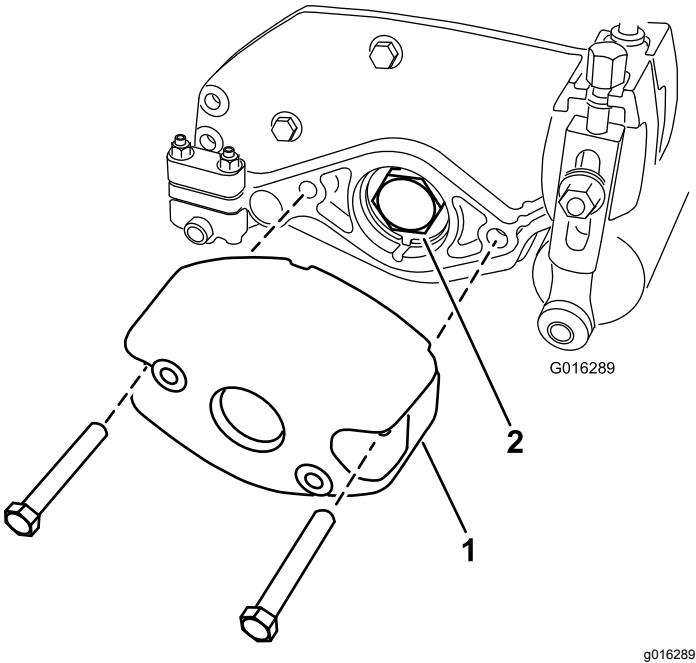

Bild 2
5. Nehmen Sie die zwei Schrauben und Muttern ab, mit denen das Gegengewicht rechts hinten am Mähwerk befestigt ist. Entfernen Sie das Gegengewicht (**Bild 2**).
6. Nehmen Sie Lagermutter von der Spindelwelle ab (**Bild 2**).